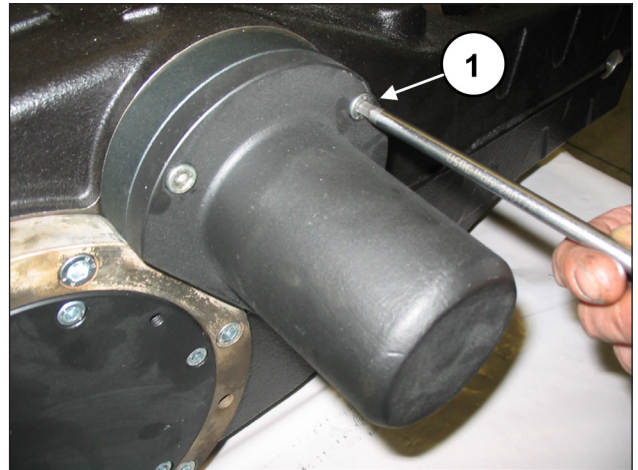

Abb. 8
Lösen Sie die Befestigungsschrauben des Wellenendendeckels (Pos. ①, Abb. 8) und ziehen Sie den Deckel von der Zapfwelle ab.